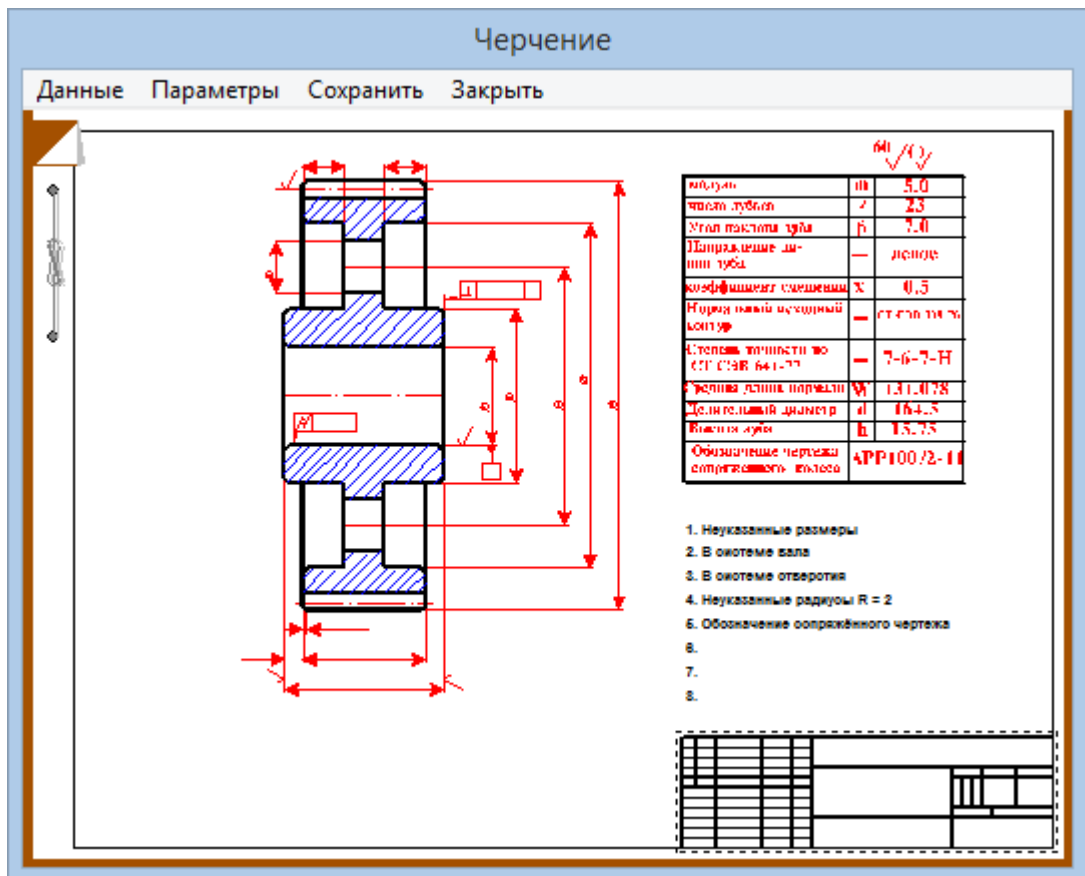
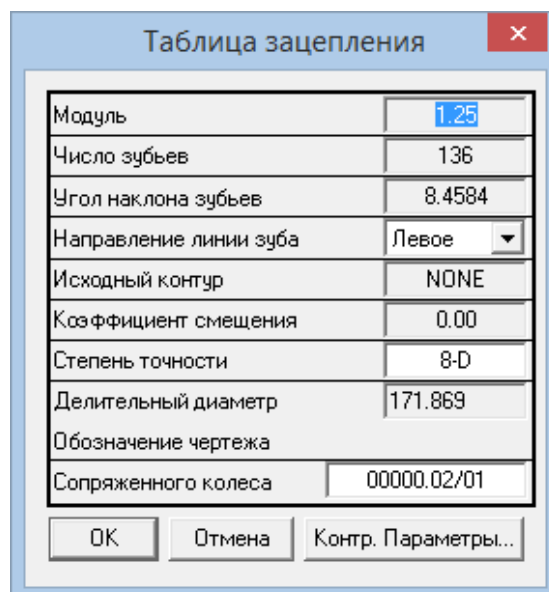

Рис. 5.2
Рис. 5.6
В диалоговом окне «Результаты» флажком отмечаем пункт «Чертеж...». После нажатия кнопки «Продолжить» выбираем, какой из элементов передачи (ведущий или ведомый) требуется начертить. В открывшемся при этом диалоговом окне «Черчение» (рис. 5.2) необходимо сделать некоторые настройки.
- Задание параметров зацепления.** Двойной щелчок левой кнопкой мыши в области таблицы параметров в диалоговом окне «Черчение» (см. рис. 5.2) или выбор в меню **Данные/Таблица зацепления...** вызывает открытие диалогового окна «Таблица зацепления» (рис. 5.6). Пользователь может изменить значения параметров, записанные в полях с белым фоном. Нажатием кнопки «Контр. Параметры» можно добавить в таблицу соответствующие контрольные параметры колеса.
- **Сохранение чертежа.** Для завершения генерации чертежа необходимо в окне «**Черчение**» (см. рис. 5.2) выбрать пункт меню **Сохранить...** и сохранить этот чертеж как файл с расширением ***.agr**. После этого произойдет запуск плоского графического редактора ARМ Graph, в окне которого и будет показан чертеж рассчитанного зубчатого колеса (рис. 5.9).